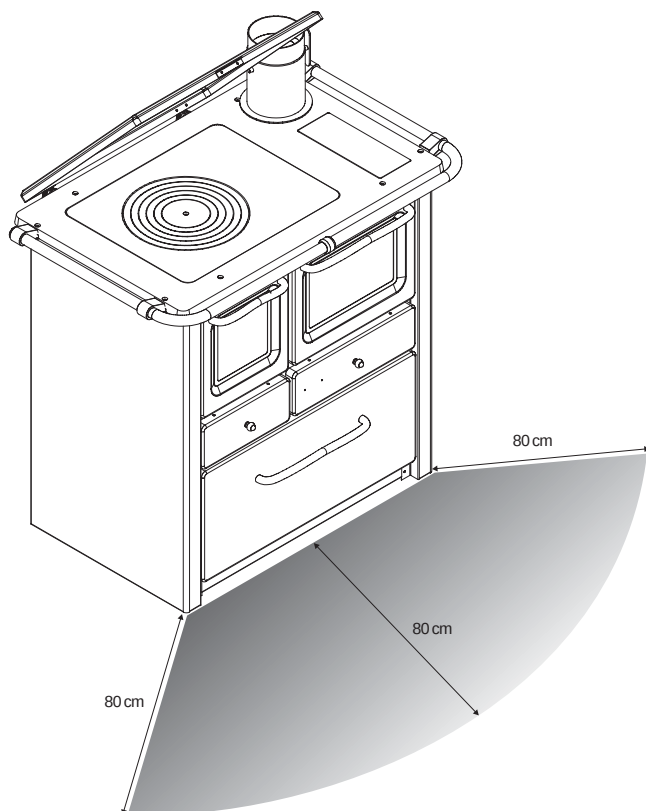

Fig. 5.1
- **Tutti i materiali combustibili che si trovano nella zona di irraggiamento del calore devono essere posti ad una distanza da esso di almeno 80 cm (Fig. 5.1).**
- **All combustible materials in the area of heat radiated must be placed at a distance of at least 80 cm (Fig. 5.1).**
• **Brennbares Material, das sich im Bereich der Wärmestrahlung befindet, muss sich in einem Mindestabstand von 80 cm befinden (Abb. 5.1).**